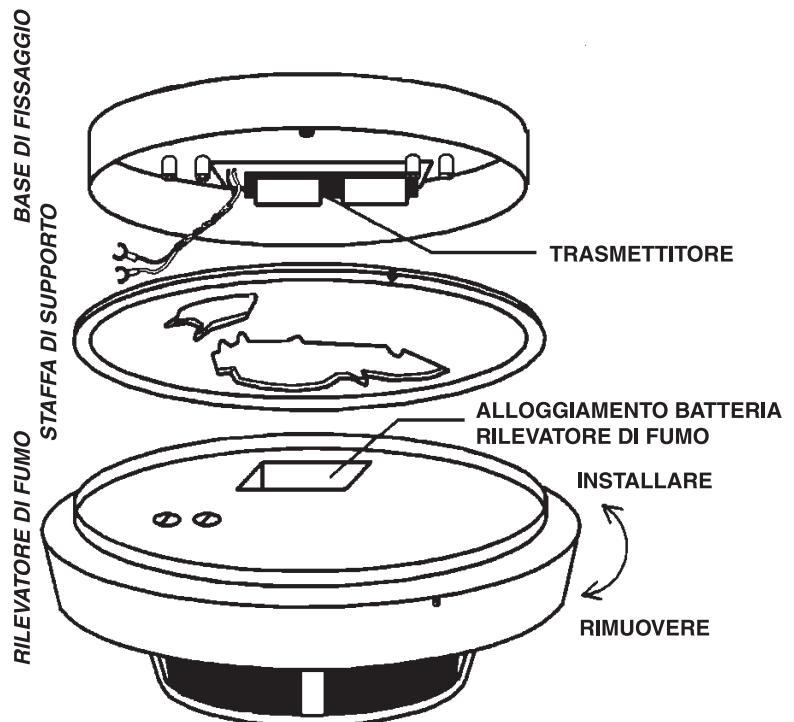

Figura 1: Installazione
1. Staccare il rilevatore di fumo dalla base di fissaggio e dalla staffa girandolo in senso antiorario – vedere Figura 1.